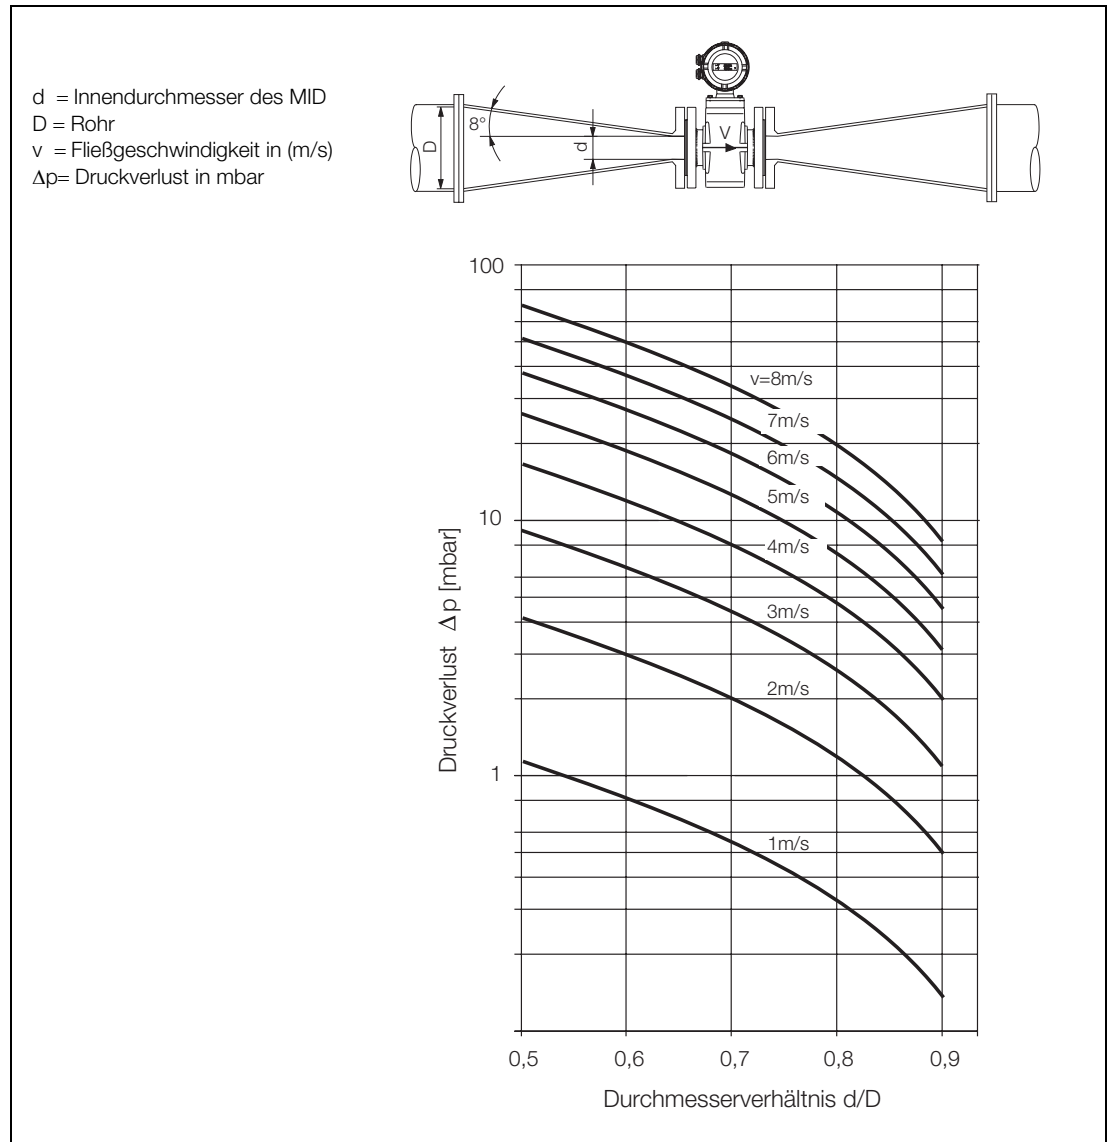

Abb. 18: Nomogramm zur Druckverlust-Berechnung für MID Flanschübergangsstück mit $\alpha/2 = 8^\circ$
Der Durchflussaufnehmer kann ohne weiteres in Rohrleitungen größerer Nennweiten über Reduzierstücke eingebaut werden. Die durch die Reduzierung entstehenden Druckverluste können dem Diagramm Abb. 18 entnommen werden. Bei der Ermittlung des Druckverlustes ist wie folgt vorzugehen:
3. In der Abb. 18 kann der Druckverlust – über die X-Achse "Verhältnis d/D " und der Fließgeschwindigkeit – auf der Y-Achse der Druckverlust abgelesen werden.